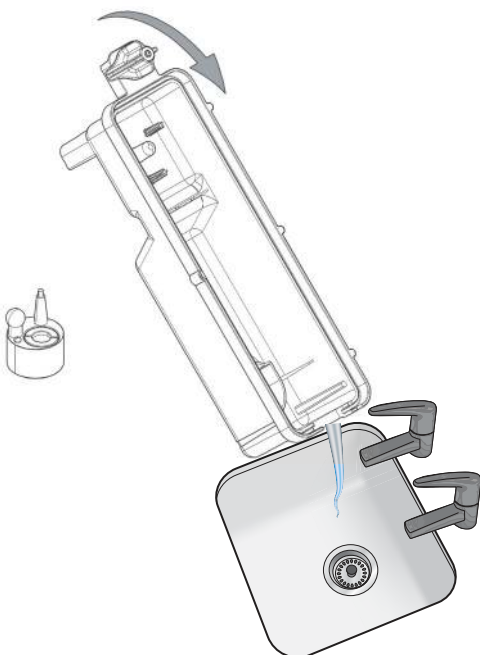

Fig.8
8. Estrarre il trasduttore e sollevare delicatamente, come mostrato in figura, in modo che il liquido fuoriesca dalla vasca di raccolta (vedere Fig. 8).